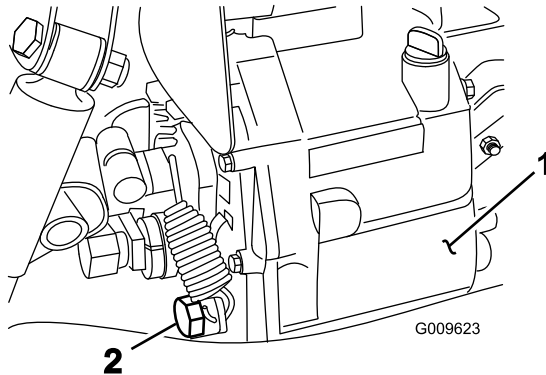

Figura 71
2. Retire el tapón de vaciado del lado del depósito y deje que se drene el aceite hidráulico en el recipiente (Figura 71).